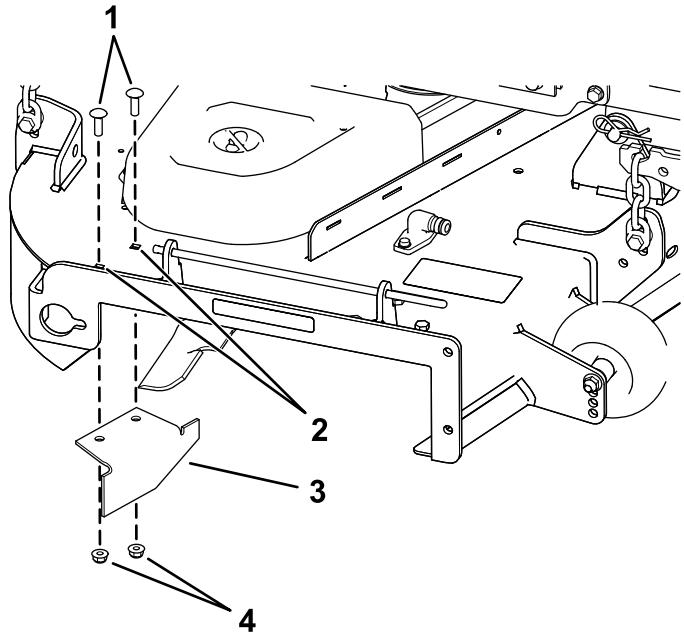

Figure 20
- 14. Localisez le déflecteur d'ouverture dans le sachet des pièces détachées, retirez les fixations des trous arrière de la plaque d'éjection et fixez le déflecteur sur l'ouverture d'éjection latérale du plateau de coupe (Figure 20).